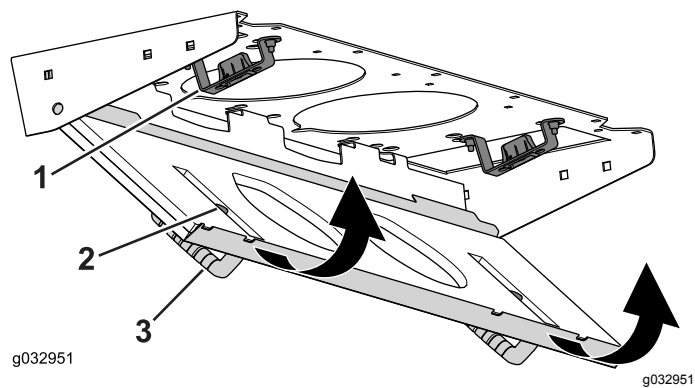

Рисунок 95
- Поверните сетчатый фильтр вокруг монтажных лепестков так, чтобы защелка зафиксировалась в креплении защелки в сборе (Рисунок 95).